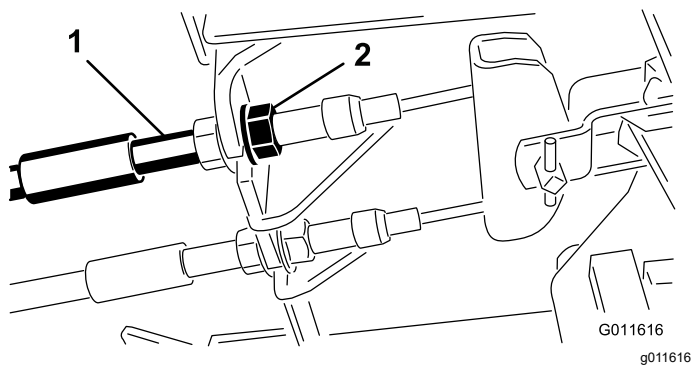

Figure 96
1. Pour réduire la garde aux pédales de frein, serrez les freins en desserrant l'écrou avant sur l'extrémité filetée du câble de frein (Figure 96).